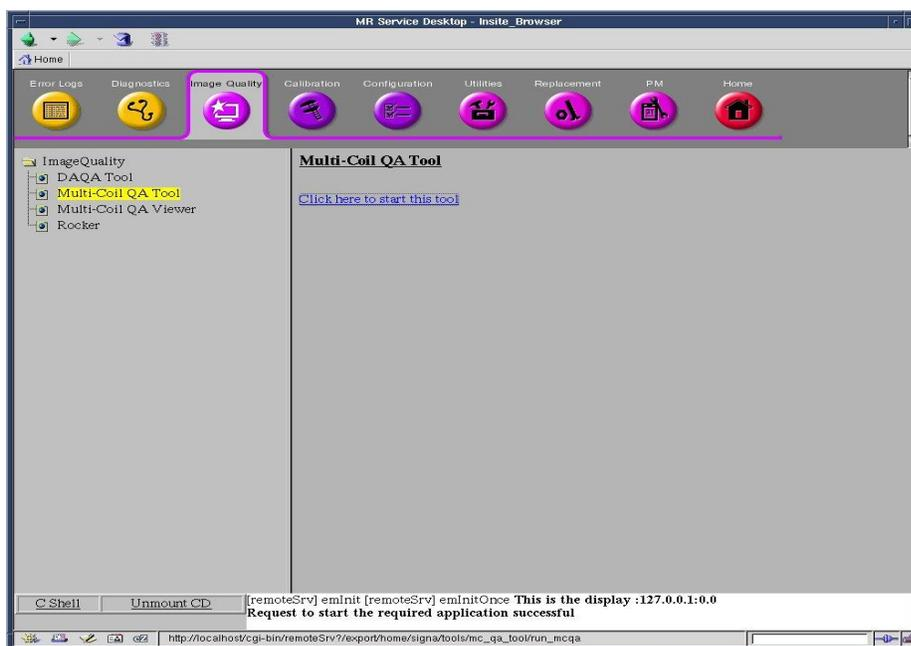

Figure 1
1. Depuis Common Service Desktop (CSD) (Bureau de service commun (BSC)), accédez à Service Browser (Navigateur de service) et sélectionnez **[Image Quality]** (Qualité d'image) « Multi-Coil QA Tool » (Outil AQ multi-antenne) puis « Click here to start this tool » (Cliquez ici pour démarrer cet outil) comme illustré à la figure 1.